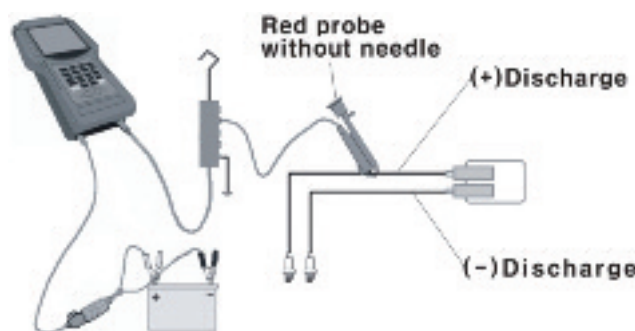

Abb. 4-27. DLI-Doppelspule - Sekundär-Trigger
- Typ B: Beide Hochspannungskabel liegen frei (Abb. 4-27), die Leitungen auf der Primärseite sind jedoch nicht verfügbar.
Bei Typ B können Sie den Sekundär-Trigger selbst auswählen, wie in Abb. 4-27 dargestellt. Schließen Sie die Zange an eines der negativen Hochspannungskabel (Kanal 3) an. Verbinden Sie den Messfühler ohne Spitze mit dem anderen positiven Kabel (Kanal 2).